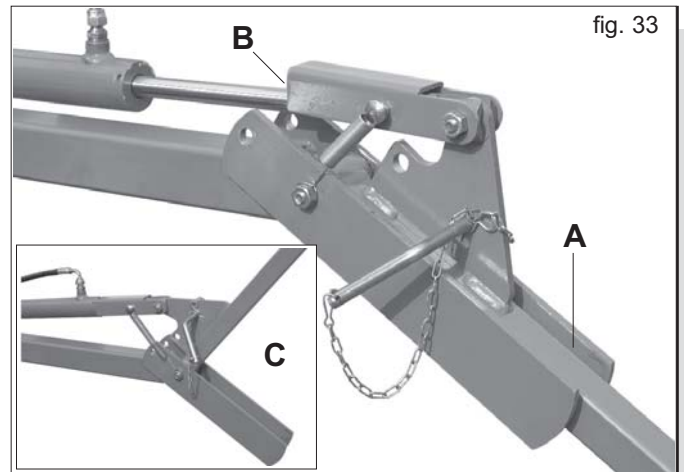

fig. 33
- 3) Activați sistemul hidraulic și aduceți brațele grapei până la capătul cursei lor (A Fig. 33).
- 6) Asigurați-vă că acea clamă este poziționată corect de-a lungul barei cilindrului (B Fig. 33).
Ultima operație permite ridicarea parțială a grapei (C Fig. 33) și apoi poziționarea ei corectă când semănătoarea este coborâtă din nou, la virajele pe promontorii sau orice alte manevre cu echipamentul ridicat de la sol.